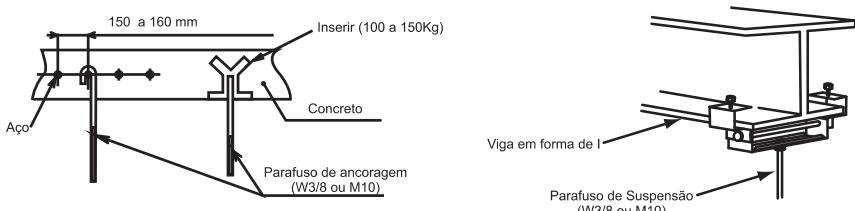

Fig. 3.4 Montagem dos Parafusos de Suspensão
- (3) Verifique se o teto está horizontalmente nivelado, caso contrário, a drenagem não pode fluir.
- (4) Reforce as partes de abertura do teto falso.
- (5) Monte os parafusos de suspensão, conforme ilustrado na Fig.3.4